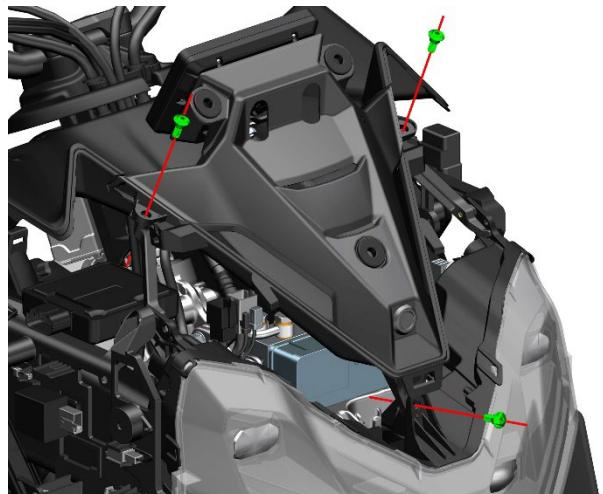

图 1
- 用 T25 梅花扳手拆下 3 颗螺栓，拔下仪表线和固定线扣后取下仪表支架。（图 1）